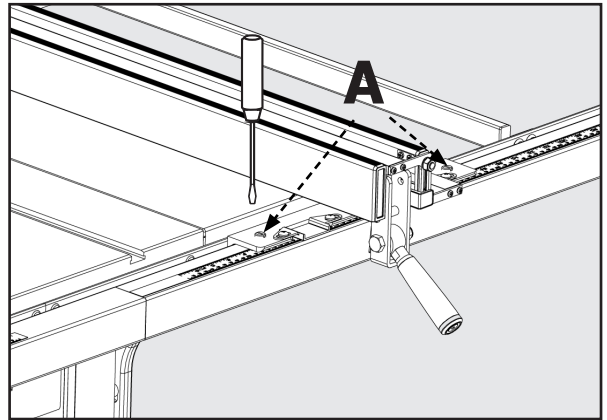

FIGURA 43
3. Si la parte frontal de la guía no está perpendicular a la mesa, suelte la palanca de sujeción y ajuste ligeramente uno de los tornillos de fijación ranurados (A), Figura 43, hasta que la parte frontal de la guía esté perpendicular con la mesa.